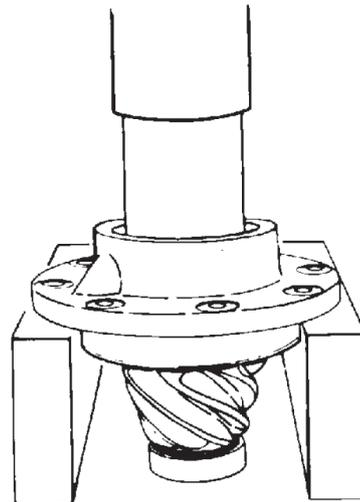

Figura 56
- J. Prende o cone do rolamento dianteiro e verifique a pré-carga. Consulte a seção AJUSTE DA PRÉ-CARGA DOS ROLAMENTOS DO PINHÃO. (Figura 56).